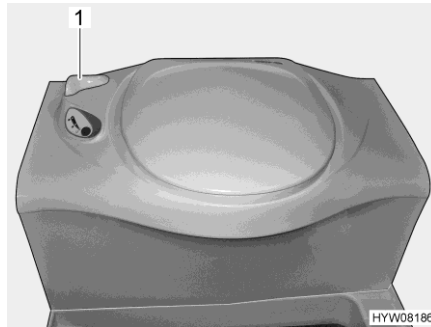

Bild 285 Thetford-Toilette
- Vor dem Spülen den Schieber der Thetford-Toilette öffnen. Dazu den Schieberhebel (Bild 285,1) entgegen dem Uhrzeigersinn drehen.
- Nach dem Spülen den Schieber schließen. Dazu den Schieberhebel (Bild 285,1) im Uhrzeigersinn drehen.